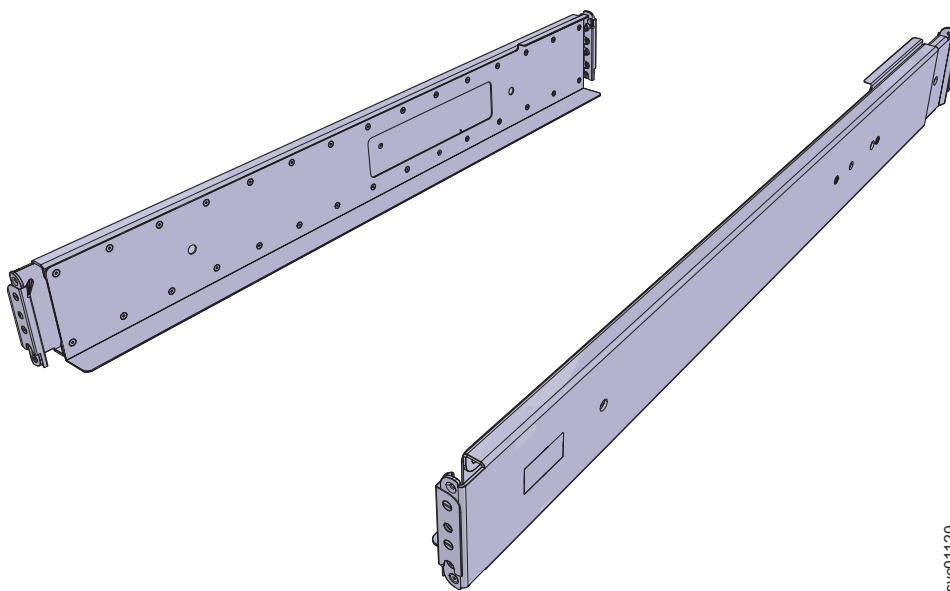

図 8. コントロール・エンクロージャー、サポート・レール
1. コントロール・エンクロージャー・レールを見つけます (図 8)。レール・アセンブリーは、ラック・キャビネットに取り付ける必要がある 2 つのレールから構成されます。